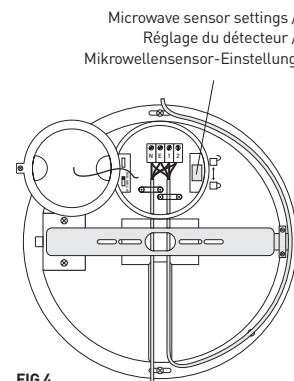

FIG 4
b) Side entry points (Fig.4)
b) Points d'entrée du câble latéraux (Fig.4)
b) Seitliche Löcher (Abb. 4)